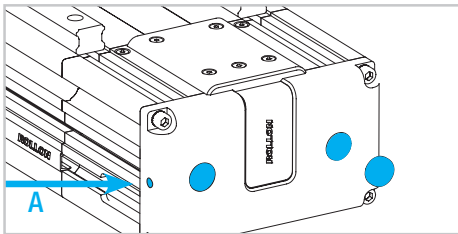

Abb. 9
- 10) Entfernen Sie die Schutzkappen auf den Befestigungsschrauben und lösen Sie die Madenschrauben A (Abb. 9).